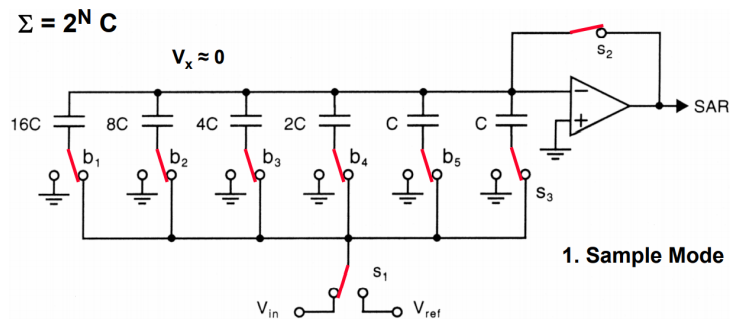

图 1: 对输入信号进行采样
1. 在一次转换的开始，如 **图 1**，对输入信号进行采样，所有由 DAC 输出控制的开关摆向底板，底板连接到输入信号，采样端此时需要接地，那么电容两端的电势差为  $0 - V_{in}$ 。